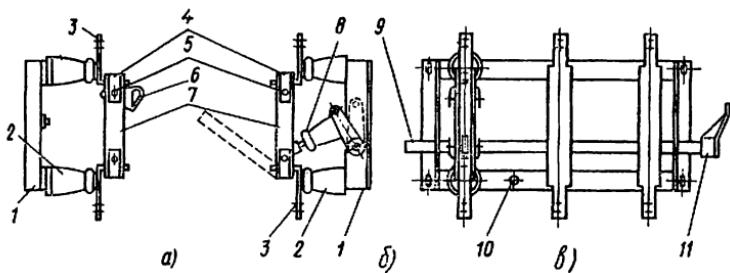

Рис. 90. Разъединитель:
**Разъединители.** Ремонт разъединителей (рис. 90) сводится к ремонту изоляторов, контактной системы, приводного механизма и каркаса (цоколя).